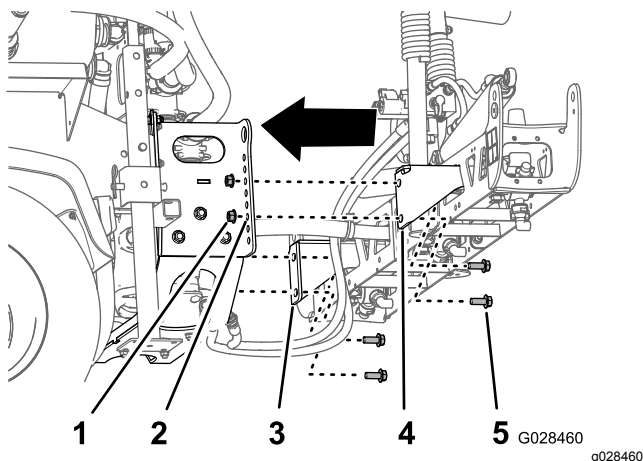

Figura 39
2. Allineate il foro sul fondo nelle staffe di montaggio della sezione del gruppo della barra centrale con il terzo foro a partire dall'estremità inferiore dei supporti della barra sul telaio di supporto dell'irroratrice, come illustrato in Figura 39.